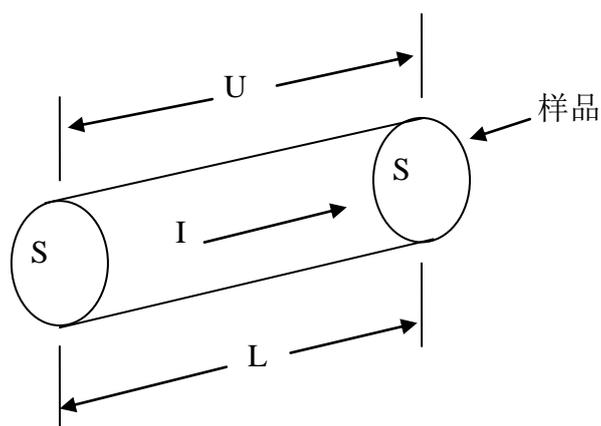

图 3 体积比电阻测量原理图
5、将绝缘棒插入缝好的试样套内，放置于垫板上，勿使其产生褶皱（如图 3）。